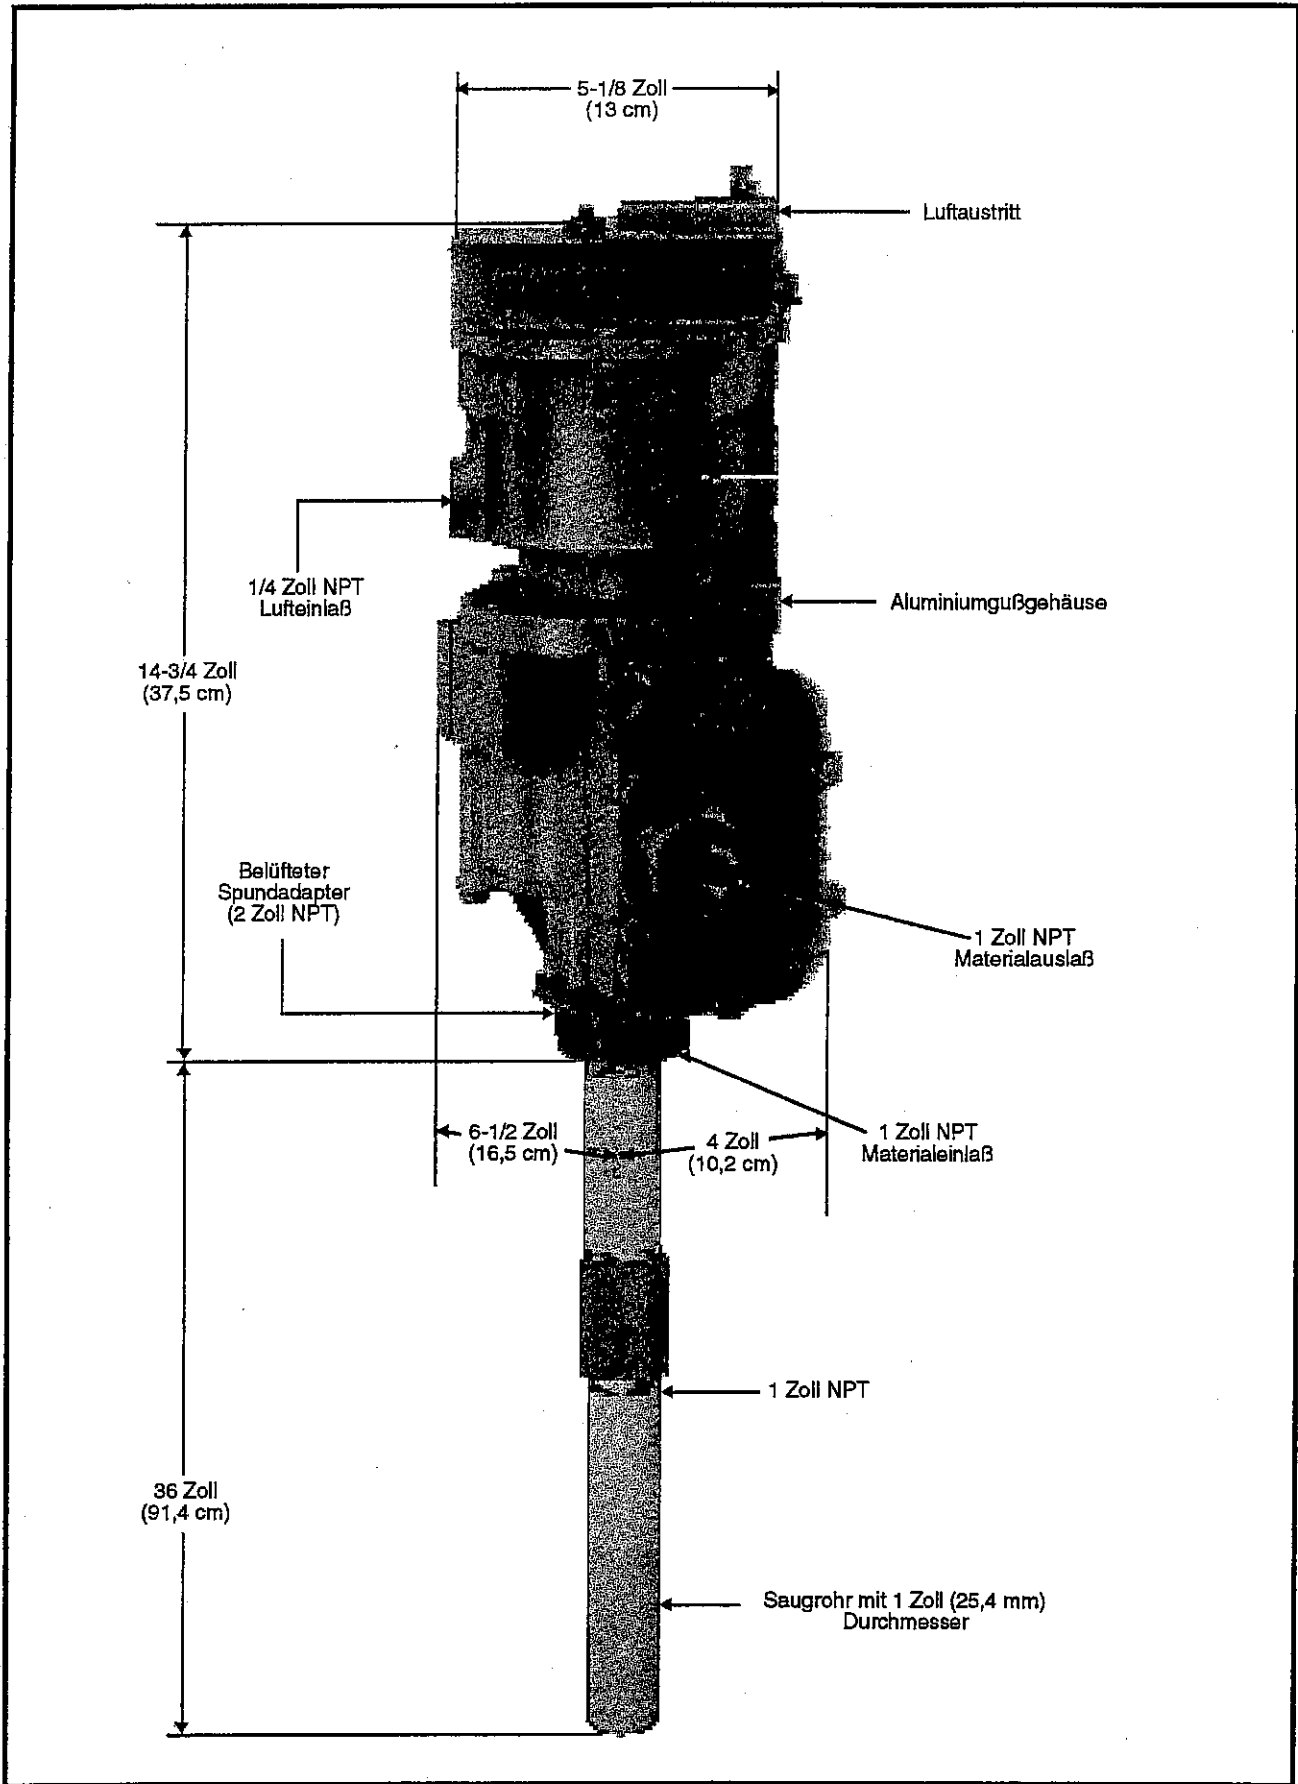

Abbildung 2: Überleitungspumpe Modell 6799
18. Lösen Sie als einen der letzten Schritte die 2 Schrauben 393490-34 (sie befinden sich auf dem Spundadapter), um den Spundadapter zu verschieben. (Siehe Abbildung 2 bzw. 4).